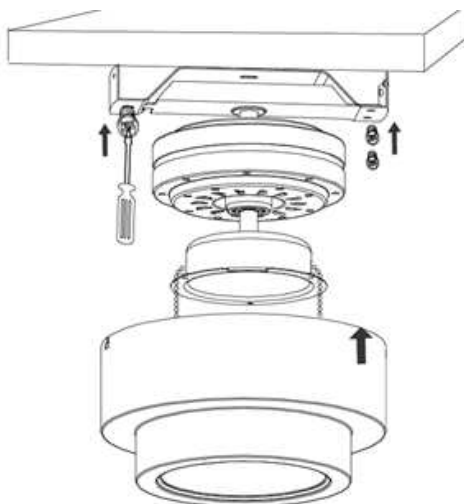

Fig. 6
- Befestigen Sie nun die Motorhalterung an der Deckenhalterung mittels der 3 Schrauben. Abb. 6.
2. Führen Sie die Zugkette (3, Abb. 6) durch die Öffnungen des Lichtbausatzes (4, Abb.10) hindurch.